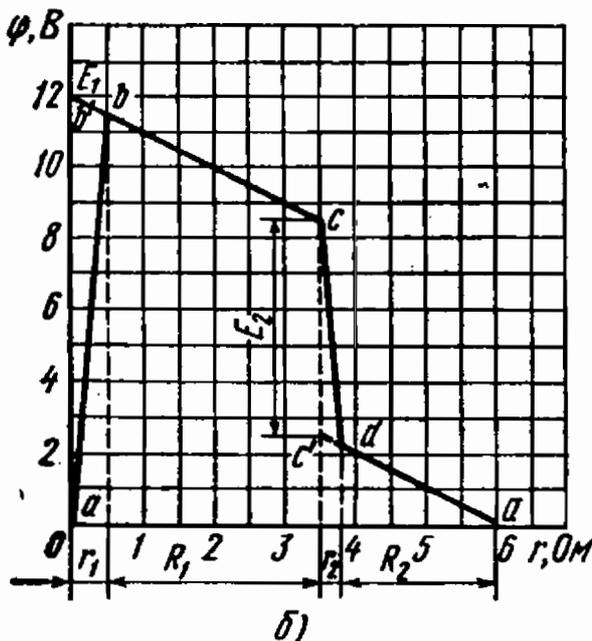

Рис. 1.26
1.26. На рис. 1.26, а показана схема цепи с двумя источниками электрической энергии и двумя резисторами $R_1 = 3 \text{ Ом}$ и $R_2 = 2,25 \text{ Ом}$. Э. д. с. источников $E_1 = 12 \text{ В}$, $E_2 = 6 \text{ В}$, а их внутренние сопротивления $r_1 = 0,5 \text{ Ом}$, $r_2 = 0,25 \text{ Ом}$.
На оси абсцисс рис. 1.26, б отложим величины сопротивлений отдельных участков цепи, а на оси ординат — значения потенциалов в соответствующих точках той же цепи. При переходе из точки a в точку b потенциал сначала повышается на величину э. д. с. E_1 , а затем снижается на величину падения напряжения в сопротивлении (рис. 1.26, б, ломаная линия $ab'b$).
1.27. Как изменится потенциальная диаграмма цепи схемы рис. 1.26, а, если принять равным нулю потенциал точки d ?
Ответ. Ось абсцисс рис. 1.26, б поднимется по вертикали на величину падения напряжения в сопротивлении R_2 и пройдет через точку d .